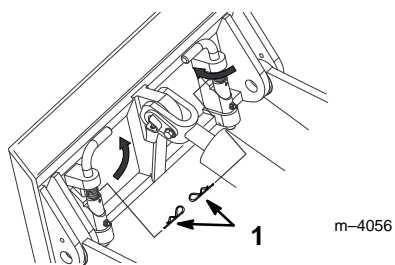

Figure 10
- Pour de longues séances de labour, il est conseillé d'insérer deux goupilles épingles dans les goupilles de blocage rapide de la plaque de montage (Fig. 10) afin d'éviter que les vibrations ne débloquent les goupilles rapides.